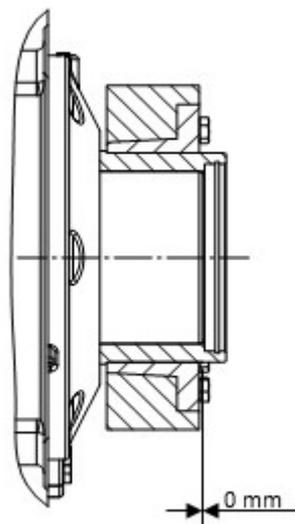

Рисунок 15: Установка стяжной муфты
7. После затягивания стяжных болтов торцевая поверхность внутреннего кольца должна плотно прилегать к торцевой поверхности наружного кольца; кольца должны располагаться друг над другом. Осмотреть стяжную муфту и убедиться в отсутствии деформации (Рисунок 15).